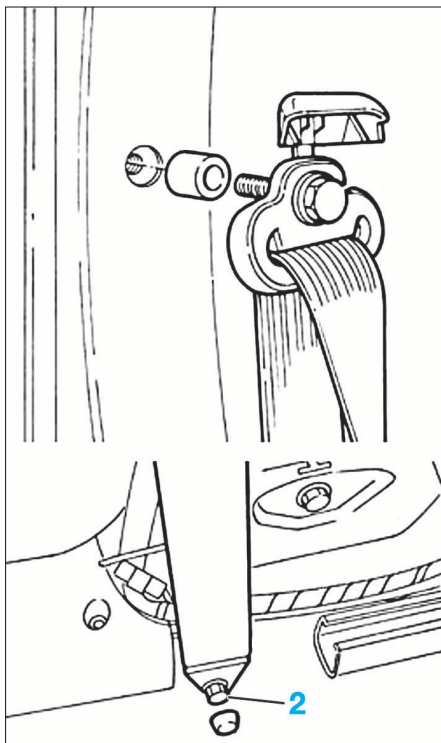

FIG. 18
- Déposer les vis de fixation (2) (Fig.18).